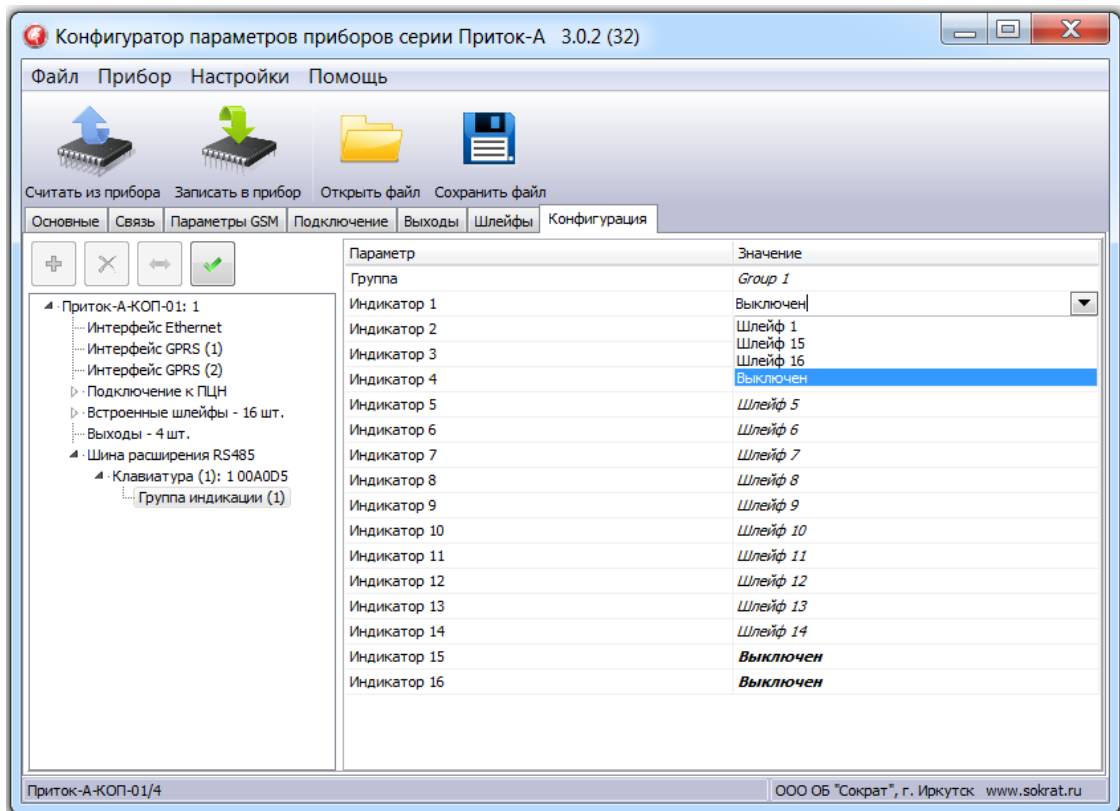

Рисунок 7
3) Раскройте пункт «Клавиатура» и подпункт «Группа индикации». Выберите необходимое значение («Шлейф xx» или «Выключен») для каждого индикатора ВС-02 (см. рисунок 7).